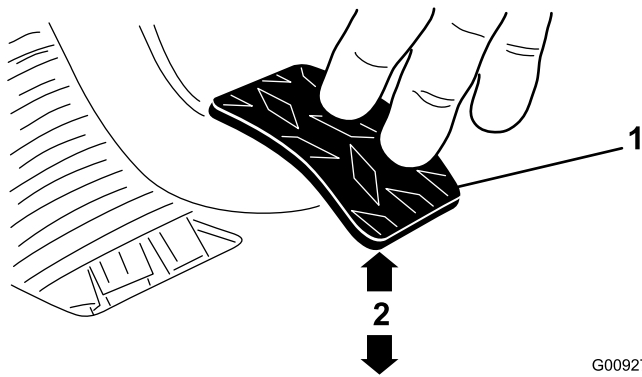

Bild 60
3. Stellen Sie die Klemmmuttern oder das Kugelgelenk ein, bis sich die hintere Kante des Kupplungspedals 9,2 cm bis 9,8 cm von der Oberseite des Bodenplattensternmusters befindet, wenn Sie eine Kraft von 1,8 kg auf das Pedal aufbringen (Bild 60).